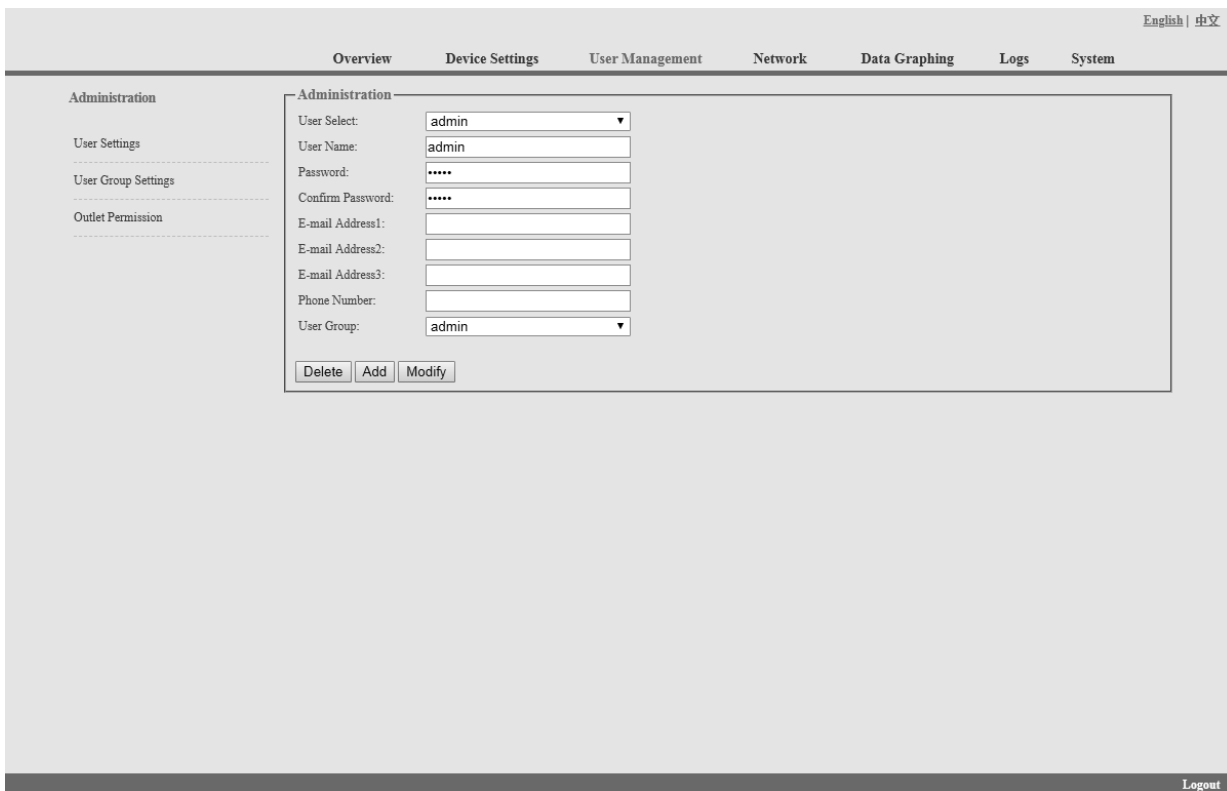

Abbildung 1-4
3.2.1.3. Benutzerverwaltung: Klicken Sie auf die Benutzerverwaltung in der Navigationsleiste (Abbildung 1-4), um Benutzer, Benutzergruppen und Zugriffsrechte zu verwalten
A. Benutzereinstellungen: Klicken Sie auf die Benutzereinstellungen im Menü Benutzerverwaltung wie in Abbildung 1-4 dargestellt